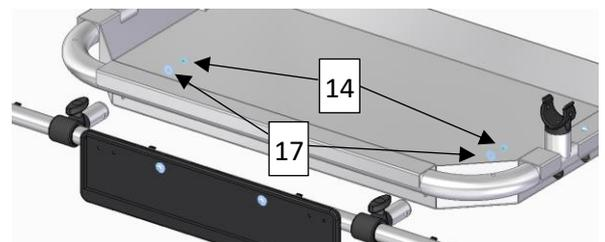

Abbildung 10
Montieren Sie die Verbindungsrohre (2) vor der Montage an der Wanne an der Beleuchtungsleiste (1). Führen Sie die Gewinde der Verbindungsrohre (2) durch die Bohrungen in der Einlegewanne und sichern Sie sie von der anderen Seite mit einer Unterlegscheibe (17) und einer Sechskantmutter (14) (6Nm – siehe Abb. 10).